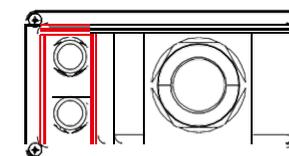

Figura 5.29
- Desenrosque as tampas de "COM2" e "COM3" no inversor como mostra a Figura 5.29.